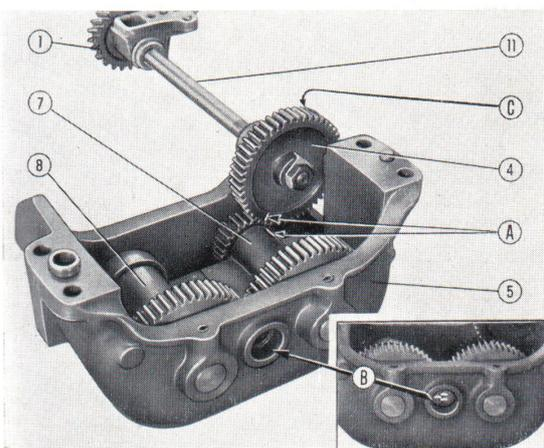

Fig. 43 - Complessivo equilibratore a masse controrotanti.
*Per l'efficacia del dispositivo a masse controrotanti è necessario che il montaggio delle parti e del complesso sul motore si effettui come segue: montare le due masse sugli assi in modo che i segni **B** coincidano come illustrato in fig. 43; accoppiare l'ingranaggio (4) alla massa (7) in modo che i segni incisi su queste parti coincidano come indicato in **A**.*
disporre l'albero motore con i perni di biella corrispondenti all'asse verticale (cioè stantuffi ai punti morti) e fissare il dispositivo equilibratore con i grani nel basamento assicurandosi che la freccia C praticata sull'ingranaggio sia parallela all'orlo del supporto (5, fig. 43).